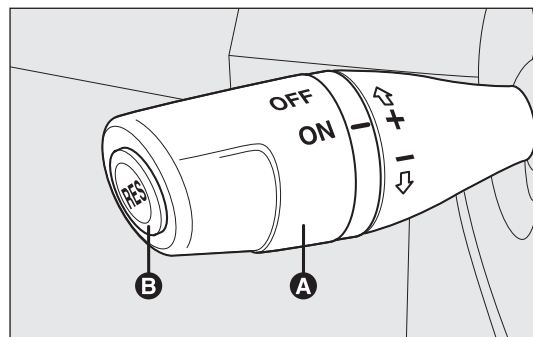

fig. 45
Tourner la bague A-fig. 45 en position ON.
- ☐ tourner la bague A-fig. 45 sur ON et en appuyant sur la pédale d'accélérateur, amener la voiture à la vitesse souhaitée ;
- ☐ appuyer sur le bouton RES B-fig. 45.
- ☐ en appuyant sur la pédale d'accélérateur ; dans ce cas, le système n'est pas désactivé effectivement mais la demande d'accélération est prioritaire sur le système ; le cruise control reste toutefois actif, sans qu'il soit nécessaire d'appuyer sur le bouton RES B-fig. 45 pour revenir aux conditions précédentes une fois l'accélération terminée.